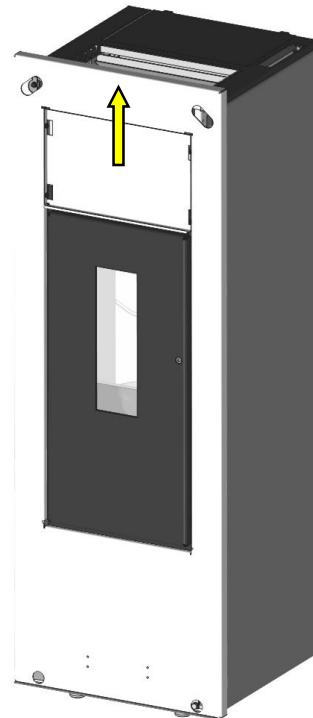
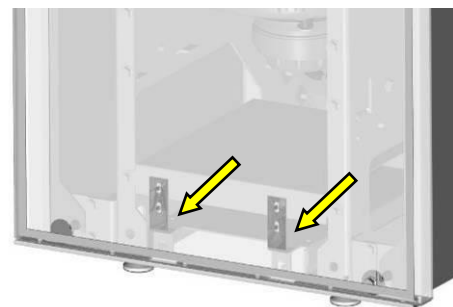

Abb. 6: Entnahme Frontblende
Abb. 7: Detail Frontverkleidung
4. Die komplette Frontblende (dargestellt in weiß, Abb. 6) nach oben, aus den unteren Laschen (Abb. 7) heben und entnehmen.